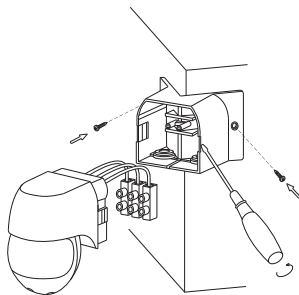
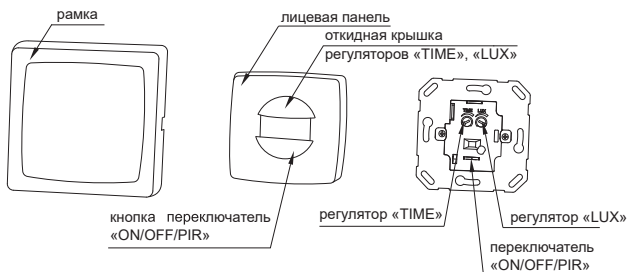

Рисунок 23 – Монтаж ДД 015, ДД 016
Рисунок 27 – Монтаж ДД 044
4.2.4 Монтаж ДД 022, ДД 023 (рисунок 23) и ДД 022 (IP54), ДД 023 (IP54) (рисунок 27, 28):